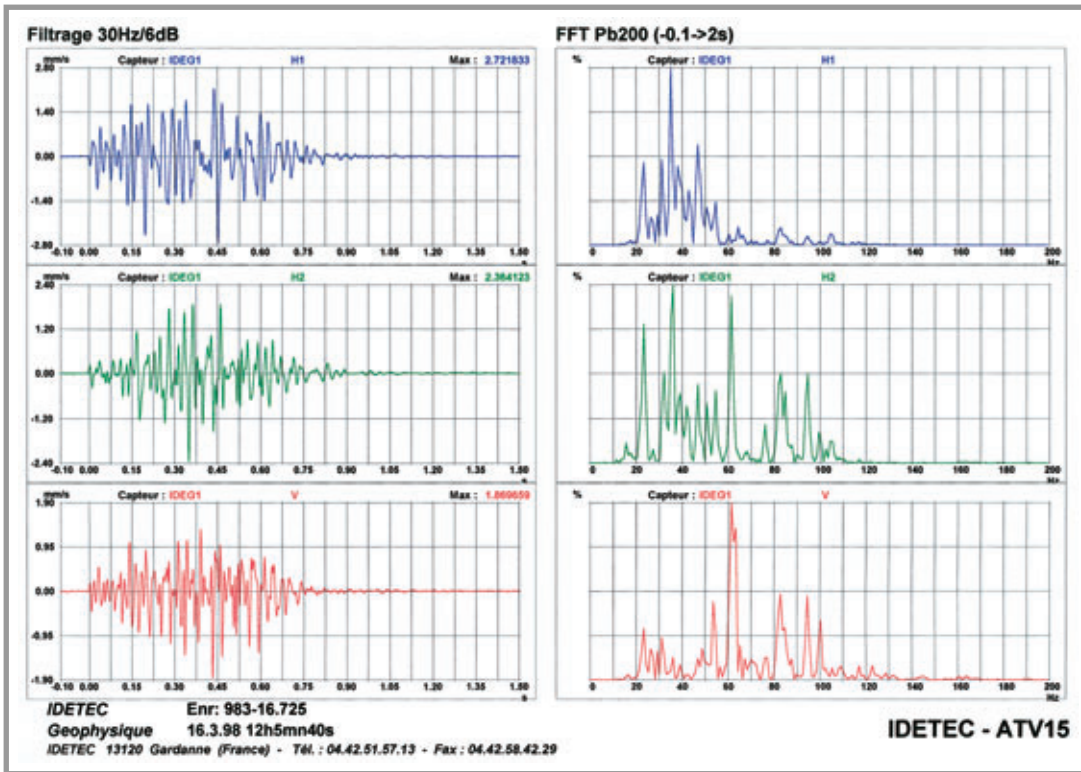

Figure 2
- ◆ sortie sur imprimante (**photo 6 et figure 2**).